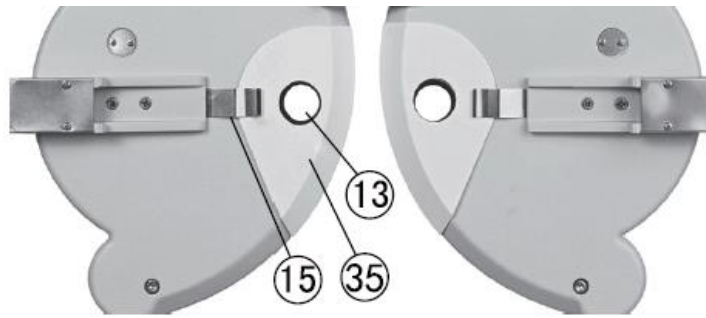

Fig.10
Atașați ecranul facial (35) astfel încât acea clemă de protecție facială (15) o prinde. Apoi aliniați deschiderea ecranului facial cu deschiderea de examinare (13) (Fig.10).